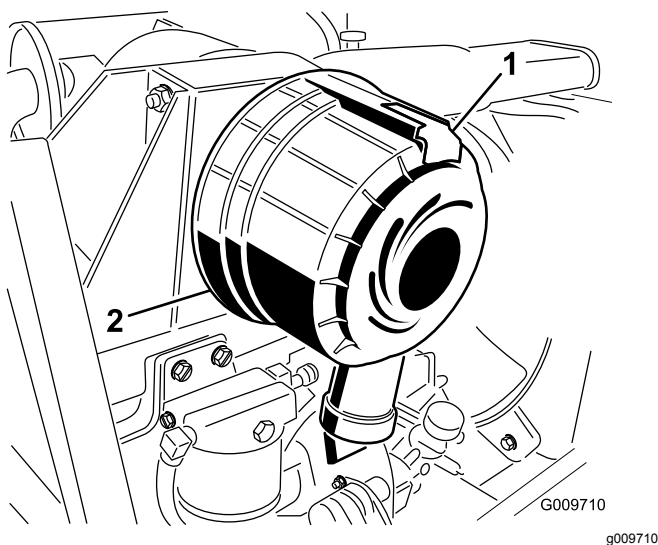

図 26
1. ラッチを引いて外し、カバーを左にひねってボディからはずす **図 26**。